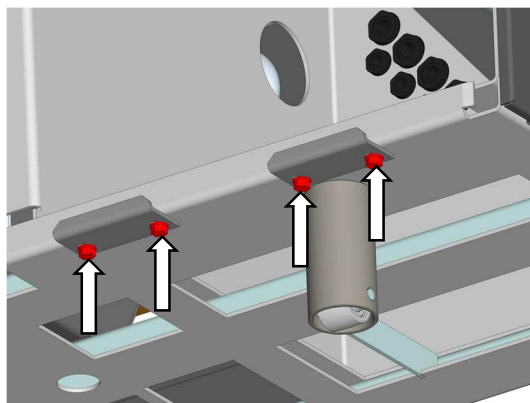

Abb. 25: Schrauben Halterung lösen
1. Die vier Schrauben der unteren beiden Halterungen lösen (Abb. 25).